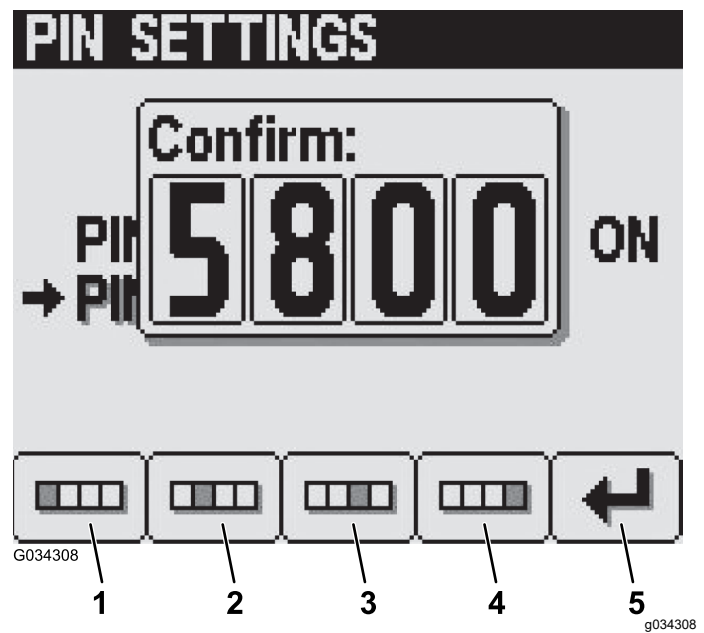

Figure 29
Appuyez sur le bouton 5 quand vous avez terminé (Figure 29).
**Remarque:** Après confirmation du code PIN (Figure 29), l'écran Code PIN correct s'affiche pendant 5 secondes environ.